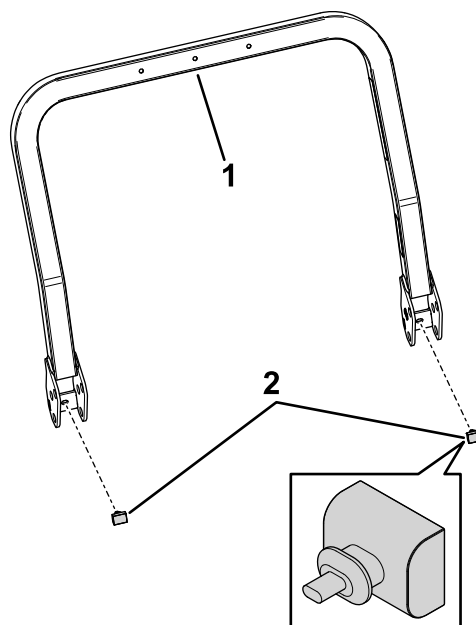

Figuur 10
2. Monteer de gesp van stap 1 met 2 slotbouten ($\frac{3}{8}$ " x 1") en 2 borgmoeren ($\frac{3}{8}$ ") aan de binnenkant van de beugel van de rolbeugel zoals getoond in Figuur 10. Herhaal